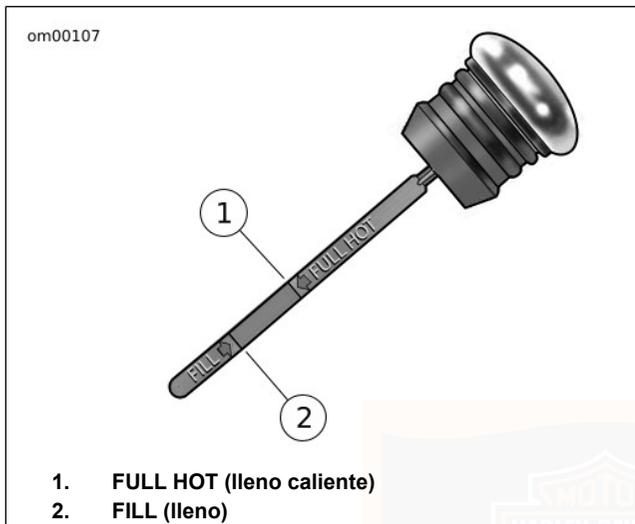

Figura 39. Nivel de aceite de motor
4. Vea Figura 39. Verifique el nivel de aceite de motor. Si es necesario, agregue aceite hasta que el nivel llegue a la marca FULL HOT (lleno caliente) en la varilla medidora.
9. Vea Figura 39. Verifique que el nivel de aceite se encuentre por encima de la marca FILL (lleno) en la varilla medidora.